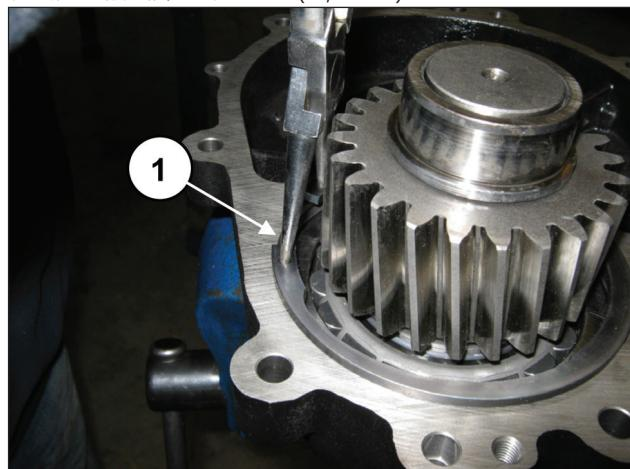

图 88
在底座上插入开口环  $\varnothing 120$  (①, 图 88)。